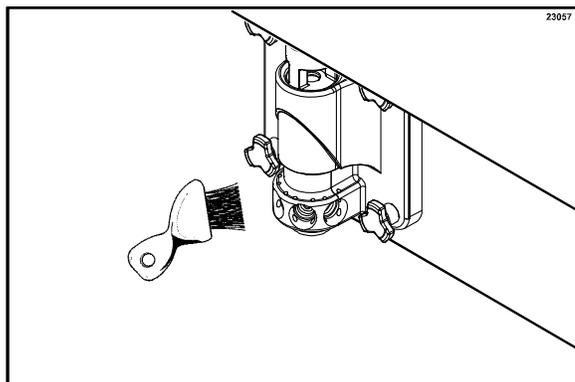

图 25
5. 用糖浆口刷子刷洗每个糖浆出口 10 到 15 次，在刷洗每个出料口之前将刷子放到消毒液中涮洗。（见图 25。）